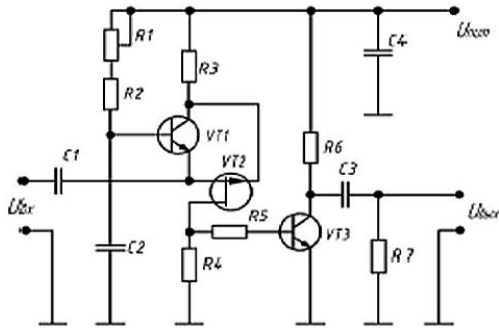

Рис. 1
22. Рассчитать коэффициент технологичности схем (рис. 1, 2, 3).
23. Определить количество активных и пассивных радиокомпонентов (рис. 1, 2, 3).
24. Найти ошибку в условных графических обозначениях (рис. 1, 2, 3).